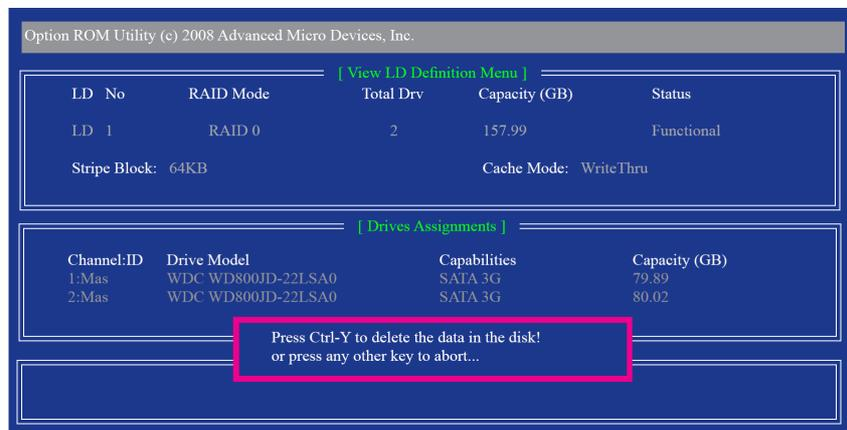

图 9
2. 之后您将进入如图 9 所示的“View LD Definition Menu”窗口。在此窗口里，您可以看到包含在此磁盘阵列中的磁盘成员。若您确定要删除该磁盘，请按<Ctrl> + <Y>键或按任意键取消。